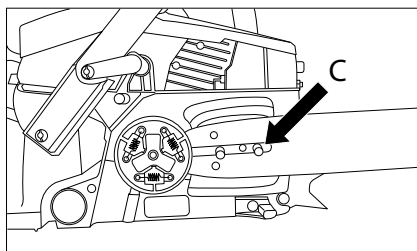

Fig. 6
4. Instalați sîna în așa fel încât fanta de pe sîna să coincidă cu ambele bolturi (C) (Fig. 6).